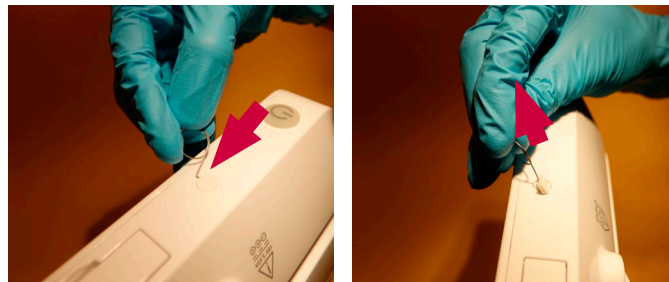

Figura 5 Rimozione del tappo coprivite
d) Rimuovere i tappi coprivite rotondi su ogni lato dell'unità display (Figura 5)